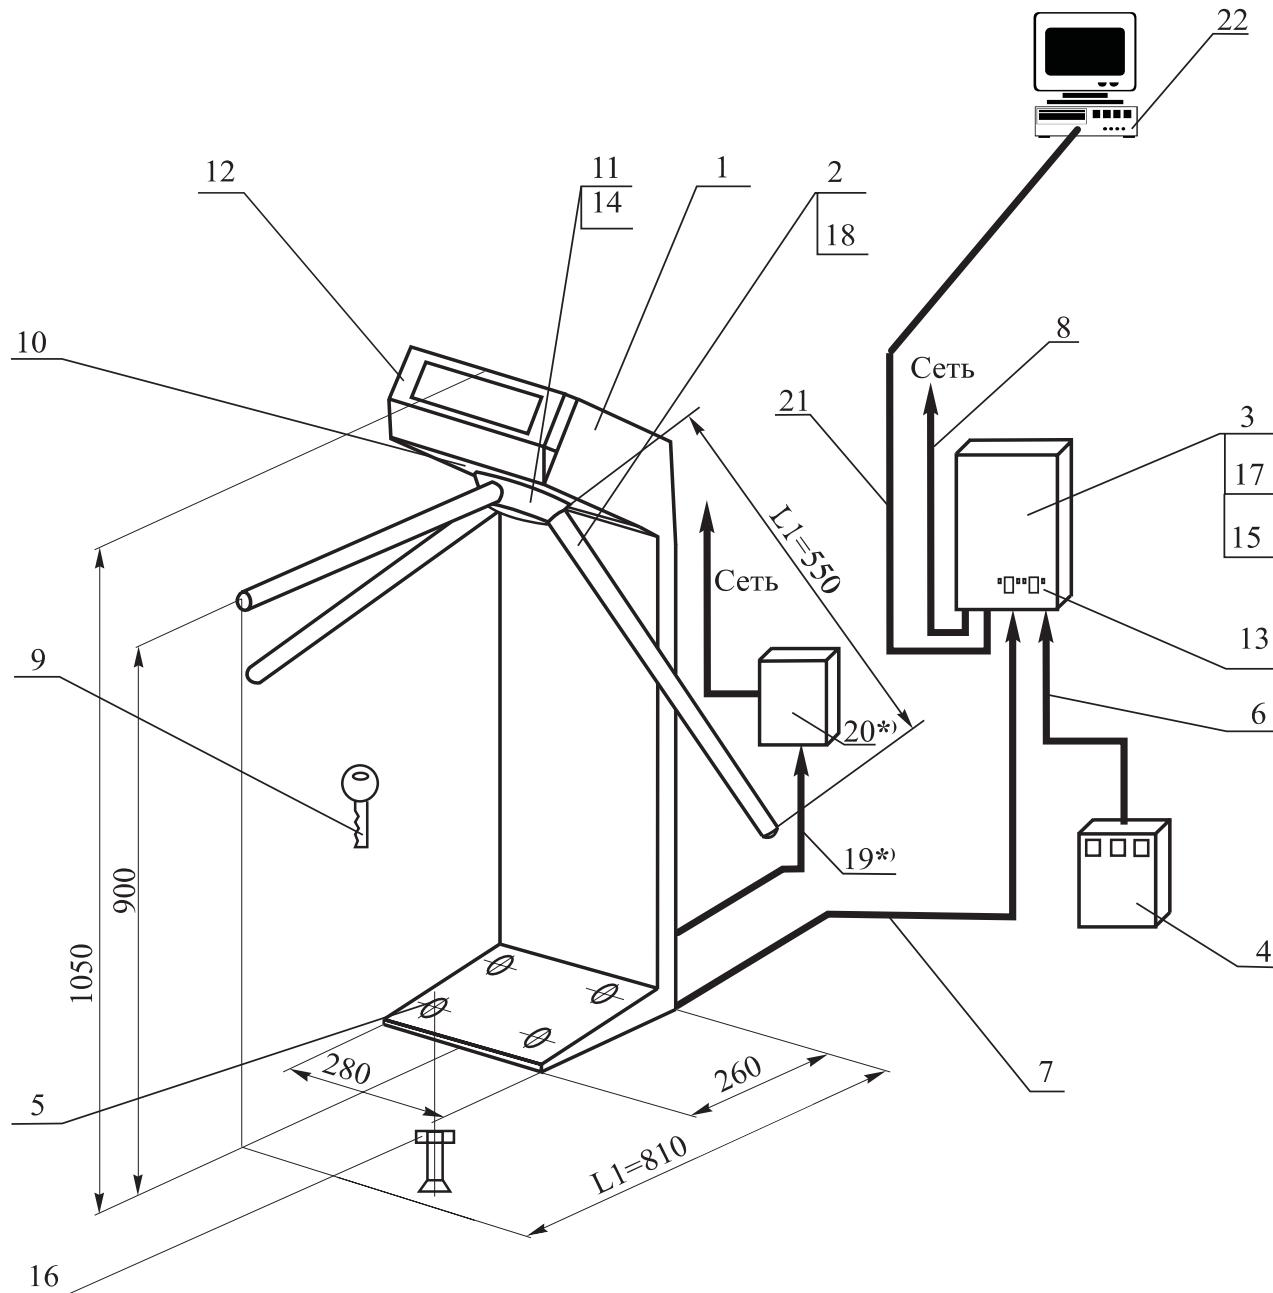

Рис. 1 Общий вид турникета:
Общий вид турникета показан на рис. 1. Номера позиций в тексте данного руководства по эксплуатации указываются в соответствии с рис. 1.
5.2.5. Блок управления (см. рис. 1 и 2) выполнен в виде отдельного прибора в закрытом металлическом корпусе, обеспечивающем настенное крепление с наружной антисдергивающей фиксацией. Возможно настольное применение блока управления.